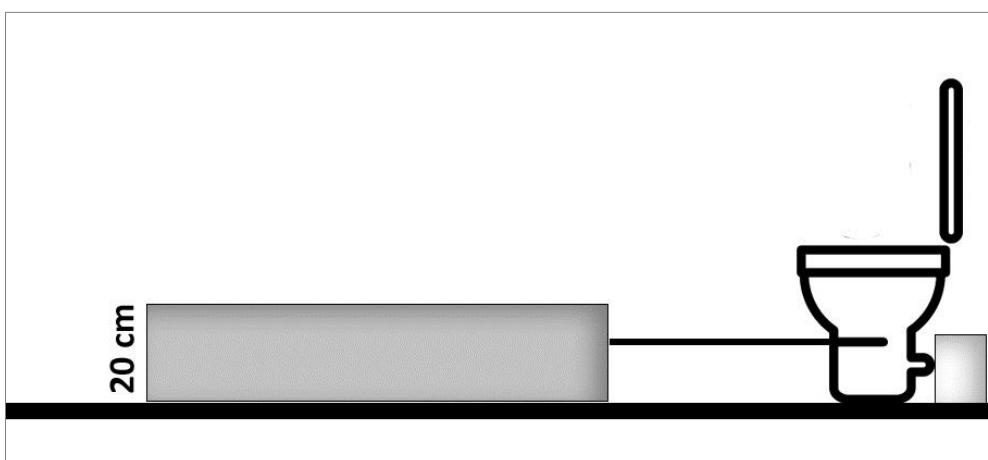

Fig. 6
NB: De minimale hoogte van de vloer tot de onderzijde van het bad of de douchebak is 20 cm (Fig. 6)
Alle sanitaire apparaten die verbonden zijn moeten de mogelijkheid hebben om de waterafvoer te onderbreken. De Sanisplit heeft een tank ventilatie zoals te zien op Fig. 6.
N.B.: El plato de ducha y la bañera se deben colocar a una altura mínima de 20 cm desde el suelo (Fig. 6). Todos los aparatos sanitarios conectados deben ser capaces de interrumpir el flujo de agua.
Sanisplit se prepara para una conexión para la ventilación del tanque (Fig. 6).